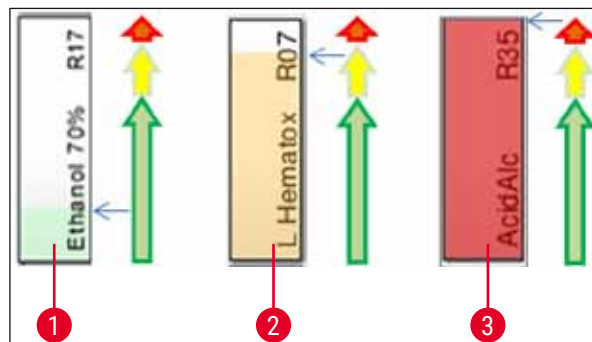

Abb. 69
- Eine Hintergrundfarbe (→ "Abb. 69")
- Die Hintergrundfarbe zeigt den Verbrauchsstatus des Reagenz an (→ "Abb. 69"). Hierbei wächst die Farbsäule bei fortschreitender Verwendung von unten nach oben und wechselt, je nach Verbrauchstatus, die Farbe.